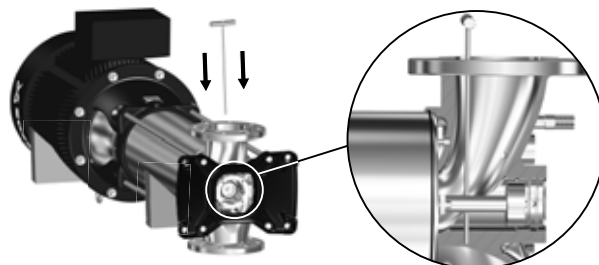

Рис. 16 Удержание вала насоса (51) при помощи приспособления D.
4. Ослабьте и снимите гайку (Примечание. Левая резьба) (120f) и шайбу (120e). Используйте приспособление D, чтобы удерживать вал насоса (51) во время затяжки. См. рис. 16
3. Затяните гайку (120f). Используйте приспособление D, чтобы удерживать вал насоса (51) во время затяжки. См. рис. 16.